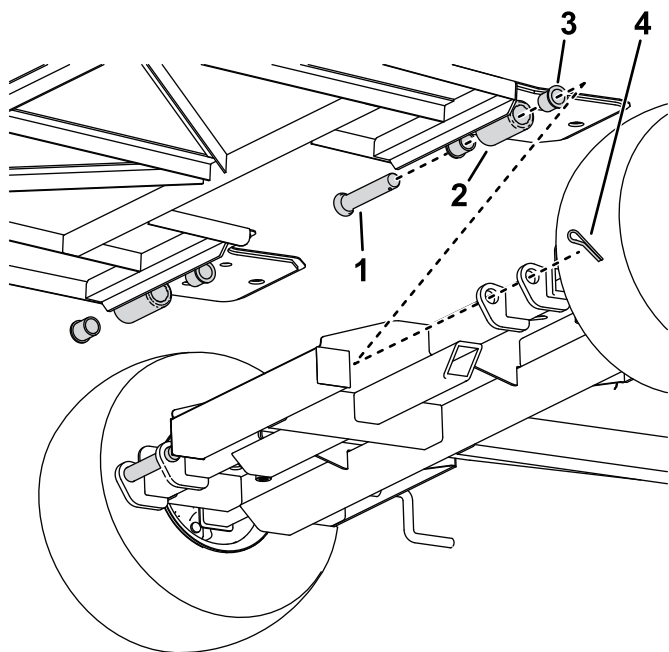

Figura 4
4. Montai rampa pe cadru utilizând tifturile pentru rampă și cuișele spintecate, aa cum se arată în Figura 4.